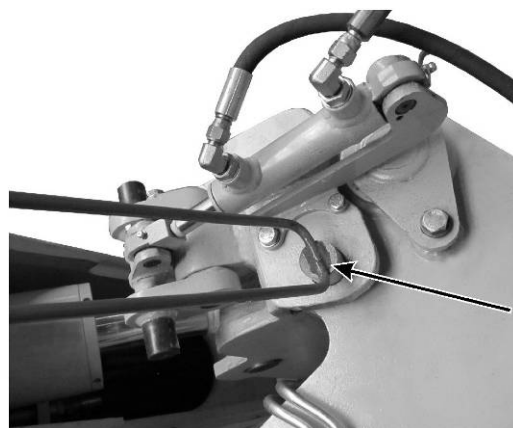

Рис. 5.52. Блокировка оборота стрелы
2. Блокировать стрелу перед оборотом при помощи стержня (Рис. 5.52).